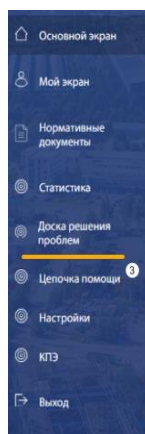

Рисунок 3.18
1. Переход в новый раздел «Доска решения проблем» осуществляется через боковое меню (Рисунок 3.18).